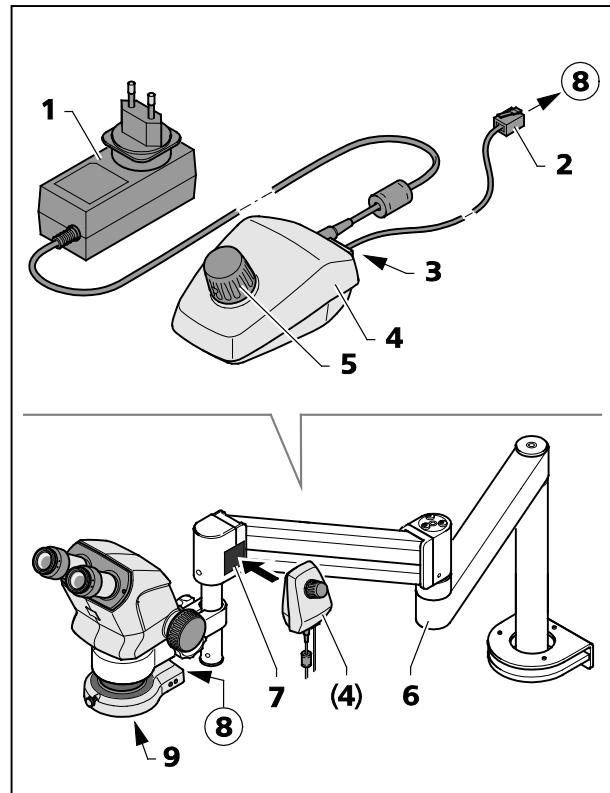

Bild 18 Controller K LED
Der Controller K (Bild 18/4) dient zur Ansteuerung der Ringleuchte bei Anwendungen mit Auslegerstativen B oder U oder weiteren Stativen.
- Vorsatzsystem (Bild 18/7) am Mikroskopkörper anschrauben.
- Die Magnetplatte (Bild 18/7) mit der klebenden Seite am Schwenkarmstativ befestigen.
- Das mitgelieferte Anschlusskabel (1 m Länge) (Bild 18/2) in die Buchse (Bild 18/8) an der Ringleuchte und in die Buchse (Bild 18/3) an der Rückseite des Controllers K einstecken.
- Den Controller K (Bild 18/4) an die Magnetplatte (Bild 18/7) ansetzen.
- Den Controller K mittels Netzteil (Bild 18/1) an das Netz anschließen.
- Das Schwenkarmstativ (Bild 18/6) so ausrichten, dass eine ergonomische Arbeitsposition besteht.
- Durch Drücken des Drehknopfes (Bild 18/5) am Controller K die Ringleuchte einschalten und durch Drehung des Knopfes die Beleuchtungsintensität regeln.